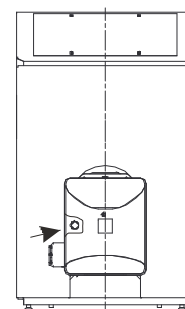

Abb. 2: Reset-Taste am Brenner
- ➔ Drücken Sie **einmalig** kurz (ca. 1 Sekunde) die Reset-Taste (Abb. 2).